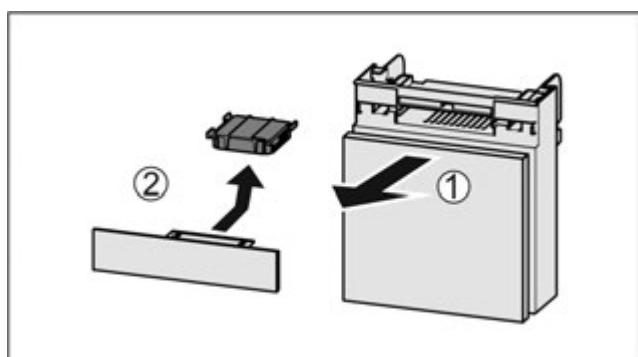

Fig. 102
- Потягніть Fig. 102 (1) відділення вперед.
- Витягнути Fig. 102 (2) фільтр з активованого вугілля.